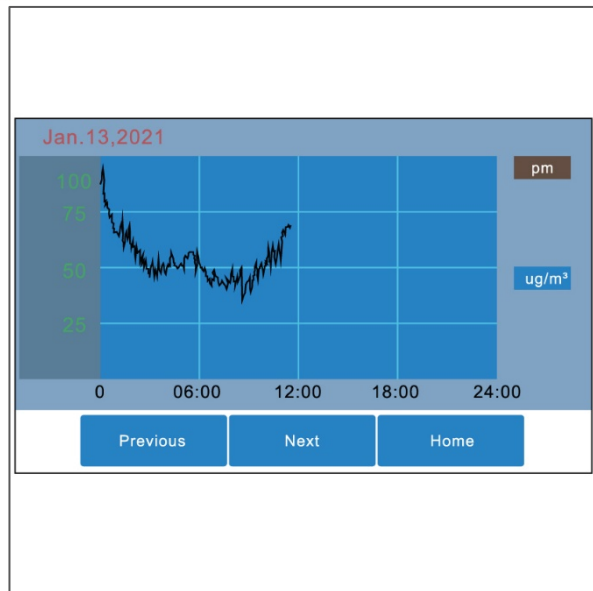

Figura 13
2. Se abre la pantalla general de PM (Figura 13).